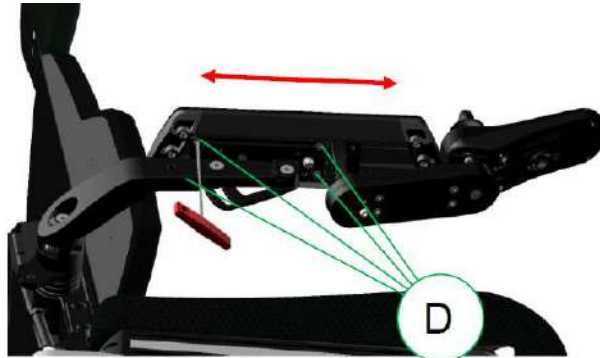

Figura 11-26
- Paso 1: Afloje los cuatro tornillos (D) utilizando una llave Allen 3 mm. (Figura 11-26)